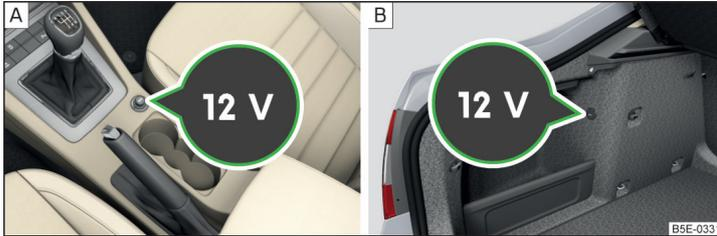

Abb. 85 12-Volt-Steckdose: in der Mittelkonsole vorn / im Gepäckraum
Einbauorte der 12-Volt-Steckdosen » Abb. 85
- Die Abdeckung der Steckdose abnehmen » Abb. 85 - **A** bzw. die Abdeckung der Steckdose öffnen » Abb. 85 - **B**.